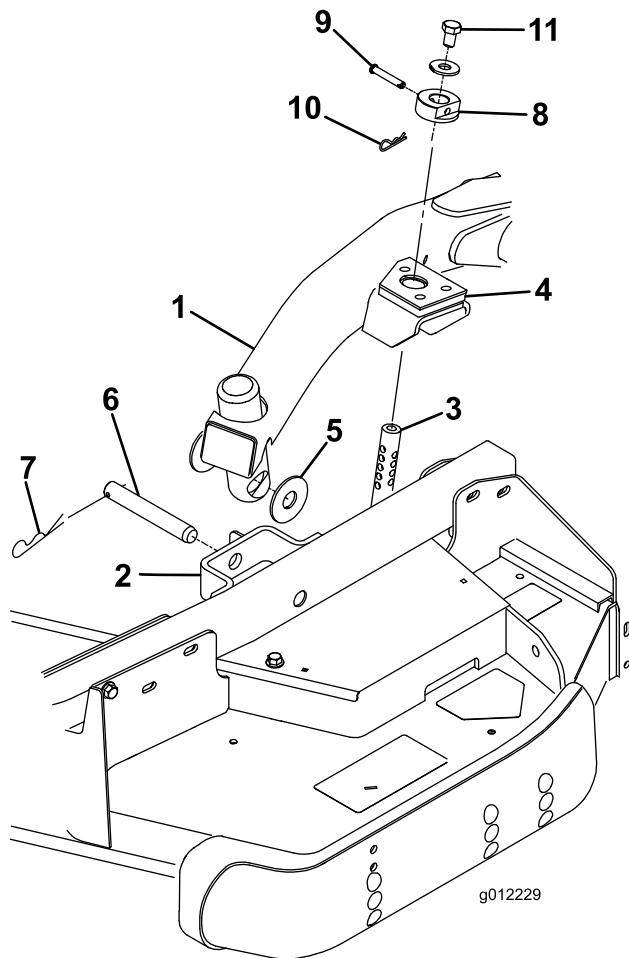

Figura 28
4. Desloque a alavanca de elevação para a posição Suspensa. Empurre um braço de elevação para baixo até que os furos no braço fiquem alinhados com os furos do suporte do braço da roda giratória e a haste de altura de corte possa ser inserida nas pastilhas do braço de elevação (Figura 28).
5. Prenda o braço de elevação ao braço da roda giratória com (2) anilhas de encosto, um passador de forquilha e um pino de gancho. Posicione as anilhas de encosto entre o braço de elevação e o suporte do braço da roda giratória (Figura 28). Insira a extremidade do gancho na ranhura da patilha do braço da roda giratória para fixar o contrapino.
9. Instale o anel da altura de corte nas varetas da altura de corte e prenda os passadores de forquilha e pernos do gancho (Figura 28). A cabeça do passador
- Instale um parafuso de 1/2 x 3/4 pol. e uma anilha na parte superior de cada vareta da altura de corte (Figura 28).